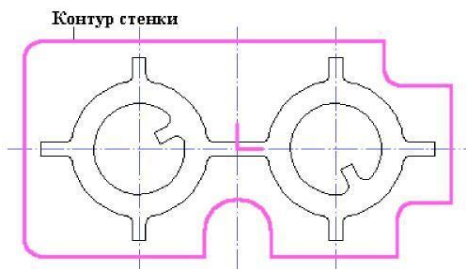

Рис. 4.3
Третий технологический объект будет состоять из КЭ Стенка и технологического перехода Фрезерование (рис. 4.3). «Стенка» - конструктивный элемент, имеющий замкнутый или незамкнутый контур. Обработка производится с внешней стороны.
3. Укажите контур стенки (см. Рис. 4.3). Будет определена граница стенки.